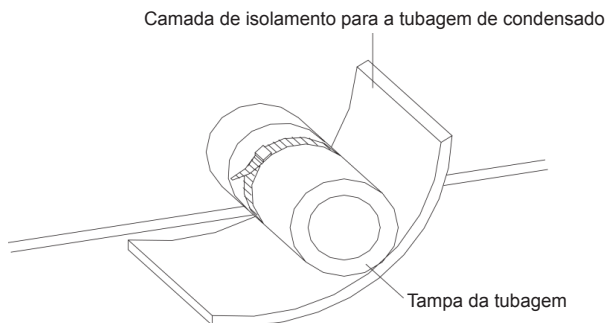

Fig. 13 Isolamento térmico da tubagem de condensado
a. A tubagem de condensado deve manter um ângulo de inclinação de 5 a 10°, o que pode facilitar a drenagem da água condensada. E as juntas da tubagem de condensado devem estar isoladas com material de isolamento para evitar a condensação (consulte a Fig. 13).